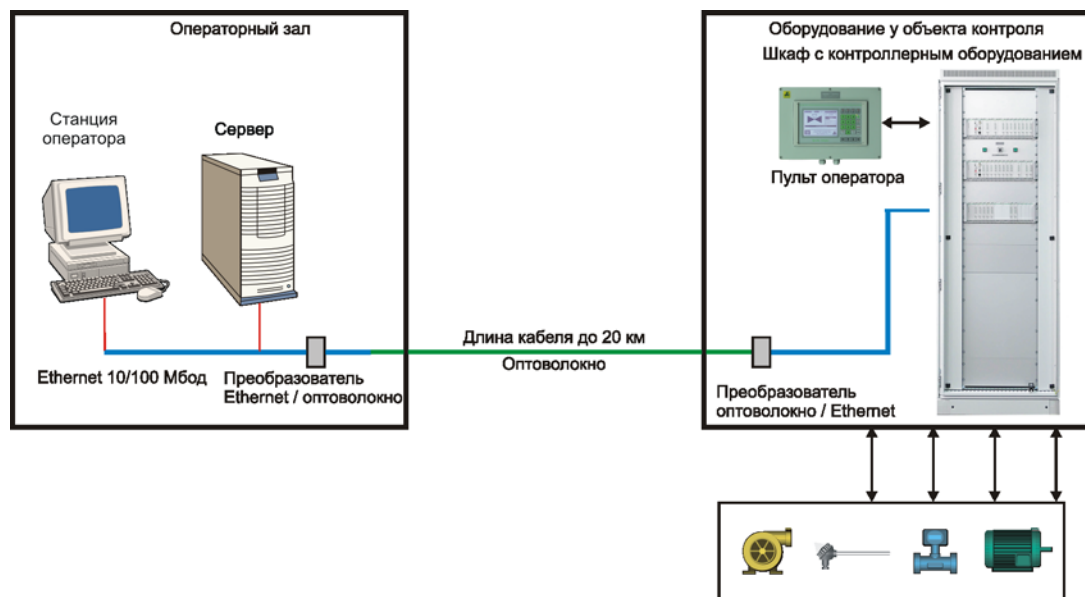

Рисунок 2 - Размещение всего контроллерного оборудования непосредственно с объектом контроля или управления
1) Размещение всего контроллерного оборудования непосредственно с объектом контроля или управления. В этом случае накладываются ограничения на расстояние удаления, связанное с максимальной дальностью удаления абонента сети Ethernet-100М, ограниченное 100 метрами. Это ограничение можно преодолеть, переведя физическую линию связи на оптический кабель ( см. рисунок 2).